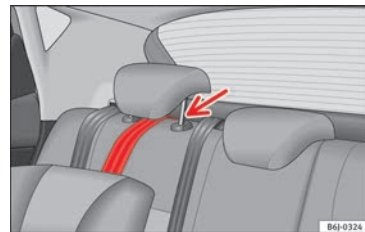

Abb. 27 Befestigungsgurt: korrekte Einstellung und korrekter Einbau
- Den Haltegurt unter die Kopfstütze des Rücksitzes legen » Abb. 27 (hierzu ggf. die Kopfstütze nach oben ziehen).